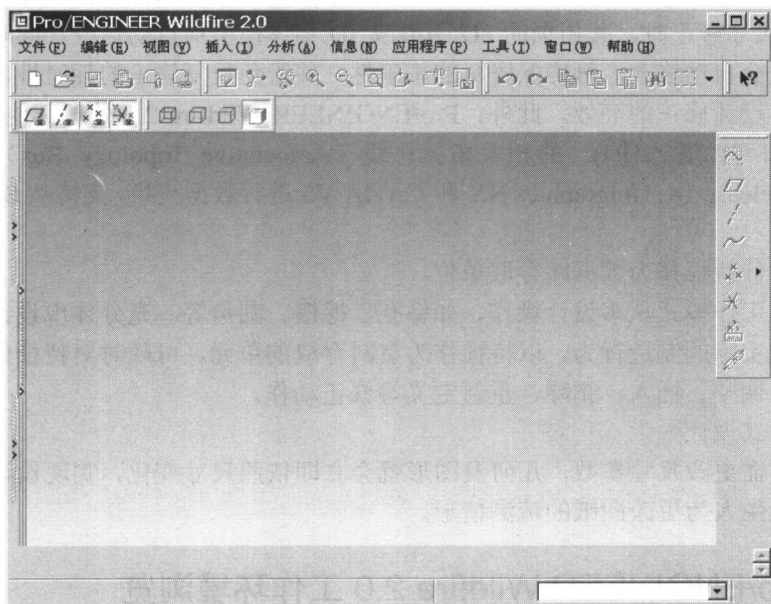

图 1-5 Pro/ENGINEER Wildfire 2.0 界面
⑤ 安装 Pro/ENGINEER Wildfire 2.0 的方法与安装 Pro/ENGINEER 2001 的操作方法相同，安装完成后需要重新启动计算机，Pro/ENGINEER 系统默认的初始界面如图 1-5 所示。